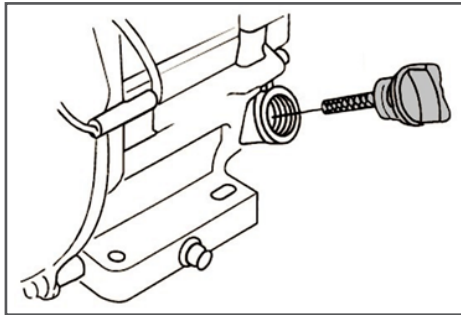

Рис. 5 Крышка-щуп маслозаливной горловины
2. Открутите крышку-щуп маслозаливной горловины и извлеките щуп (Рис. 5).
- Выкрутите крышку-щуп маслозаливной горловины и извлеките щуп (Рис. 5).